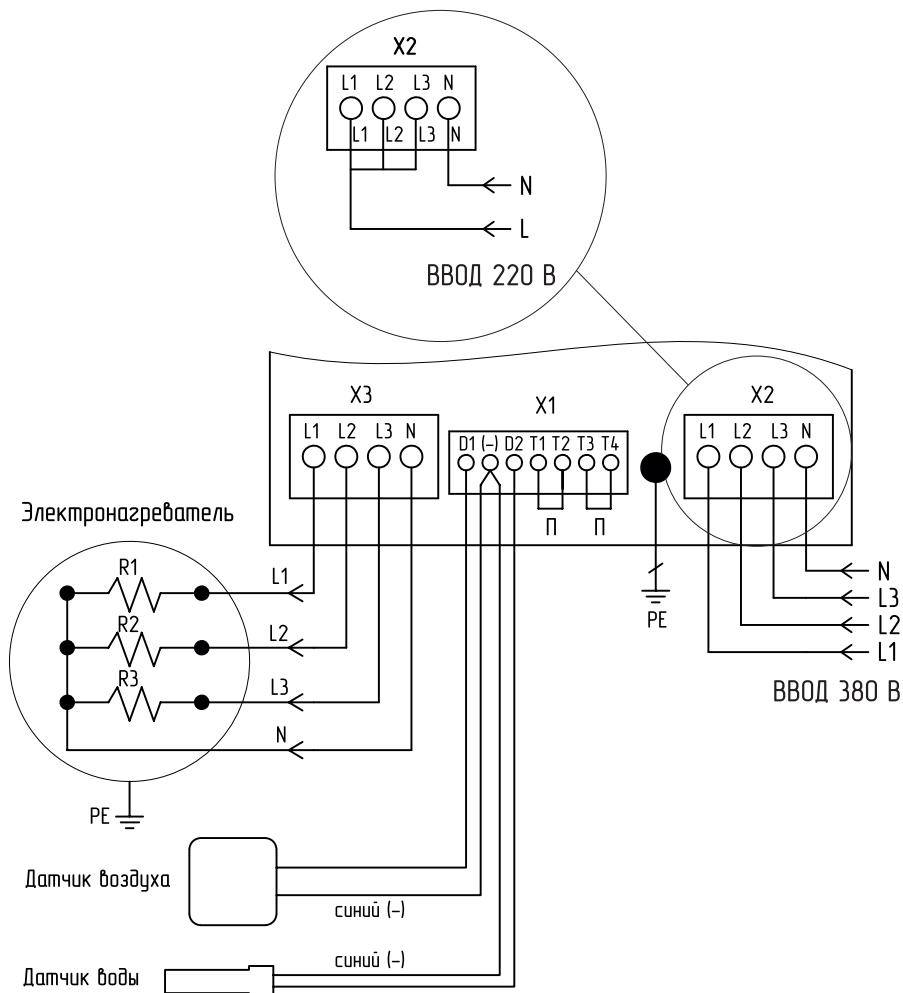

Рис.7 Схема подключения панели управления
9. Подключите панель к питающей сети кабелем соответствующего сечения, исходя из номинальной мощности котла или ТЭНБ, согласно схеме подключений (Рис.7) настоящего паспорта и инструкции по эксплуатации. Для обеспечения надежного контакта, места присоединения проводов необходимо тщательно затягивать. Ввод кабелей и проводов осуществляется с учетом сохранения степени защиты панели управления.
10. При подключении панели управления к однофазной сети переменного тока соедините вместе клеммы L1, L2, L3 клеммной колодки подключения силовых проводов и подключите их к фазному проводу питающей сети. Нулевой провод питающей сети подключается согласно схеме (**Рис.7**).
- Поместите в него датчик до упора, предварительно смазав термопастой (**Рис.7**);
- Подключите датчики к монтажной колодке X1 в соответствии со схемой (**Рис.7**), обращая особое внимание на полярность датчиков.
Провода датчиков синего цвета, помеченные знаком (-) подключаются на клемму колодки X1, помеченную знаком (-) (**Рис.7**).
12. Подключите панель к котлу или твердотопливному котлу с установленным ТЭНБ, согласно схеме подключений (**Рис.7**) кабелем соответствующего сечения, исходя из номинальной мощности котла или комплекта ТЭНБ;
13. Выполните заземление (защитное зануление) корпуса панели, в соответствии со схемой подключений (**Рис.7**).
- Нулевой рабочий провод сети (N) должен подсоединяться к колодке X2 «НЕЙТРАЛЬ» внутри панели и к общему проводу ТЭН котла или ТЭНБ;
- Подключить внешний термостат к монтажной колодке X1 вместо перемычки (П) **Рис.7.**
Внимание! В случае отсутствия перемычки (П) или срабатывания внешнего термостата, подключенного вместо перемычки к колодке X1 (**Рис.7**) устройство будет отключено.
- Подключить датчик перегрева теплоносителя к монтажной колодке X1 вместо перемычки (П) **Рис.7.**
Внимание! В случае отсутствия перемычки (П) или срабатывания датчика перегрева теплоносителя, подключенного вместо перемычки к колодке X1 (**Рис.7**) устройство будет отключено.